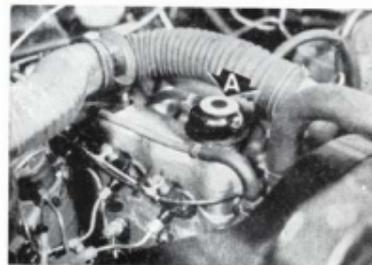

Fig. 46. A. Filtro respiradero del motor y tapón de llenado.
El relleno de aceite, si fuese necesario, se efectuará a través de la boca de llenado situada en la tapa de balancines, utilizando aceite de la misma marca, tipo y grado empleado en el cambio precedente (fig. 46).
- i) Verificar frecuentemente el nivel de los depósitos de líquido de freno y embrague (fig. 46).